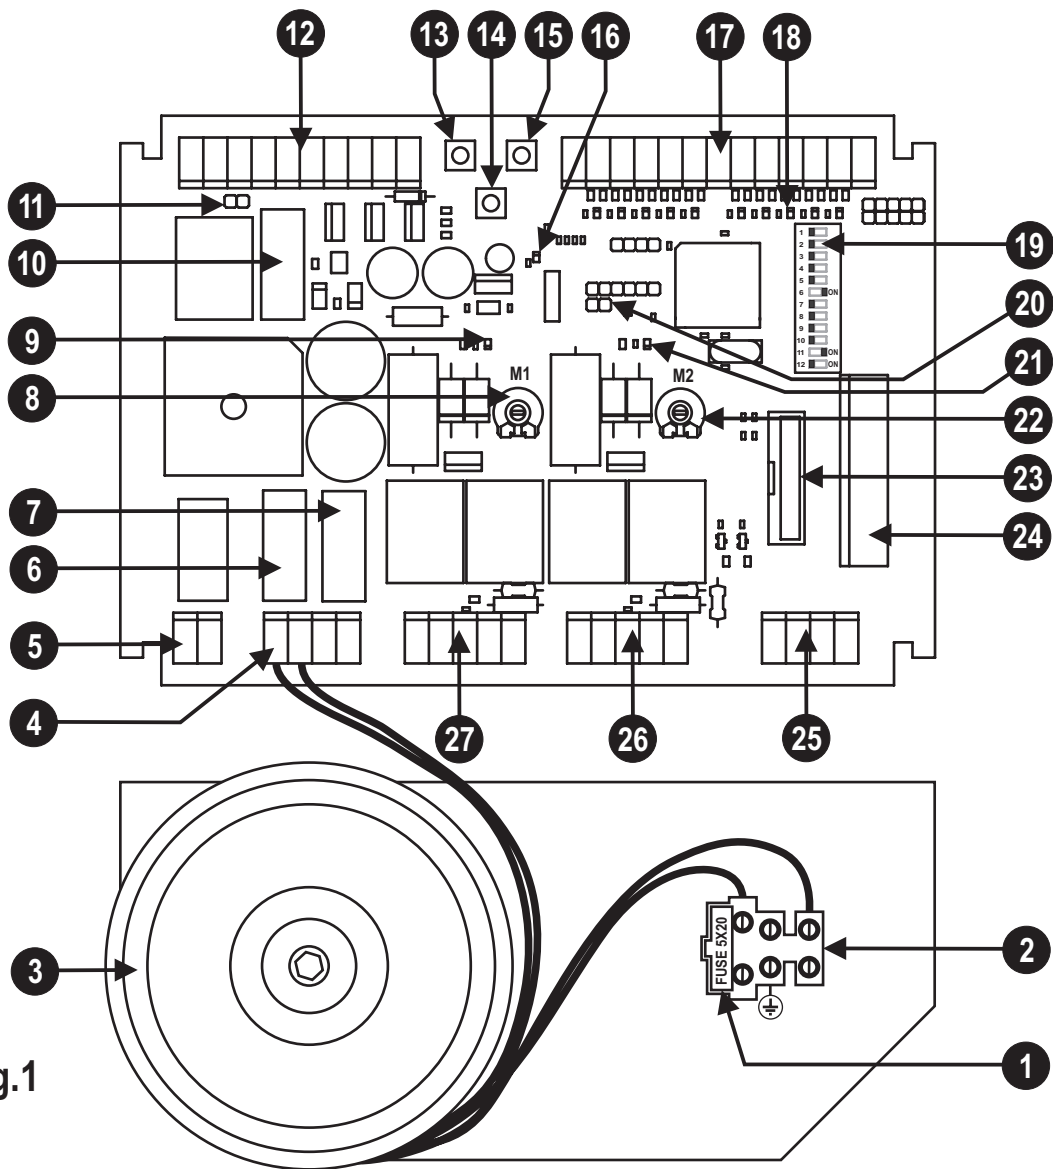

Fig.1
- Den Empfänger in den Verbinder stecken (Detail 23 in Abb. 1)
BESCHRIJVING VAN DE ONDERDELEN (afb. 1)
- 1- Voer een reset van de besturingseenheid uit (door het kortsluiten van jump Reset onderdeel 20 van afb. 1)
- 2- Druk ongeveer 3 seconden op de toets P3 (onderdeel 14 van afb.1)